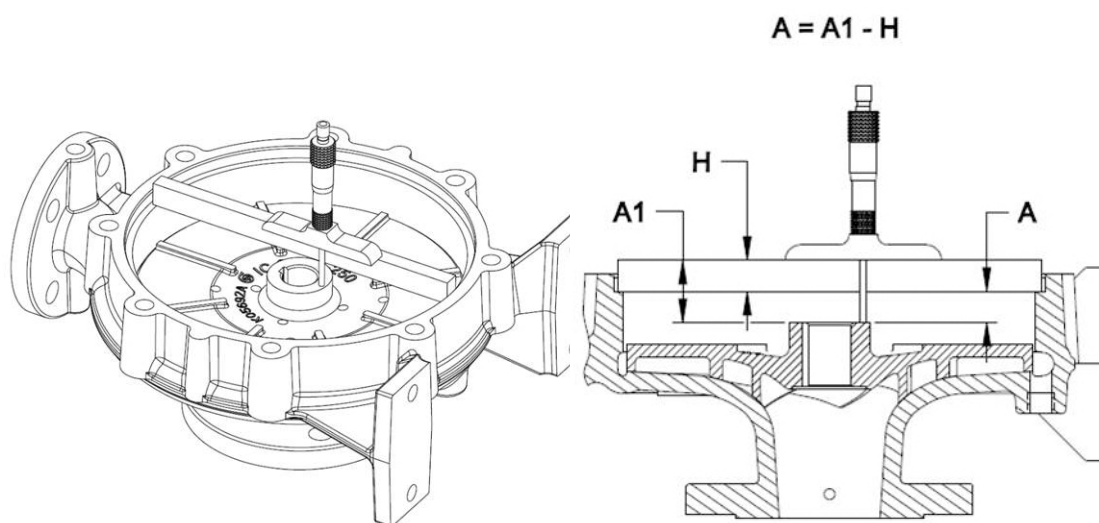
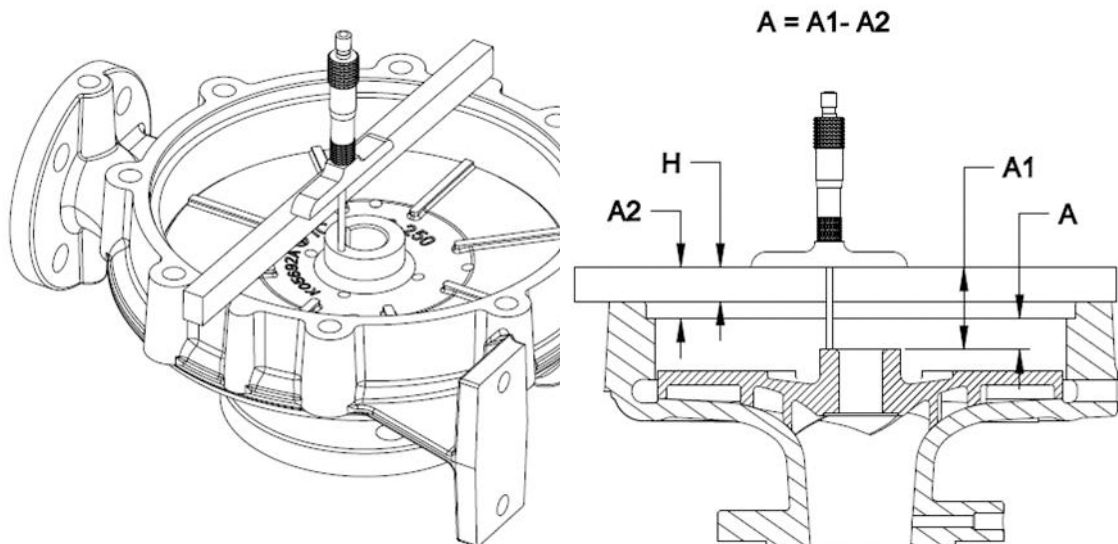

Рис. 45: Способ с калибровочным стержнем Goulds
Рис. 46: Способ с универсальным калибровочным стержнем
При использовании комплекта калибровочных стержней ITT/Goulds K14153A, обратитесь к Рис. 45: Способ с калибровочным стержнем Goulds on page 88, применение универсального стержня - см. Рис. 46: Способ с универсальным калибровочным стержнем on page 89.
17. Измерьте расстояние от верхней части стержня до ступицы импеллера (230), как показано на Рис. 45: Способ с калибровочным стержнем Goulds on page 88 , и запишите результат в поле "A1".
18. Измерьте расстояние от верхней части стержня до поверхности прокладки корпуса (102V), как показано на Рис. 45: Способ с калибровочным стержнем Goulds on page 88 , и запишите результат в поле "A2".
19. Вычтите A2 из A1 и запишите в поле "A" ($A=A1-A2$) -- см. Рис. 46: Способ с универсальным калибровочным стержнем on page 89.
20. Перейдите к шагу 22 для измерения крышки корпуса (161) и втулки (524) - см. Рис. 46: Способ с универсальным калибровочным стержнем on page 89.
22. Вычтите H из A1 и запишите в поле "A" ($A=A1-H$) -- см. Рис. 45: Способ с калибровочным стержнем Goulds on page 88.